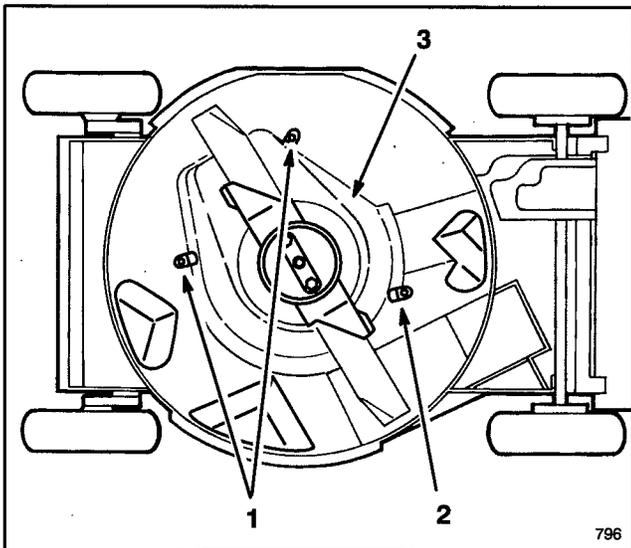

Figure 35
5. Desserrer les pattes de fixation du bouclier au carter de la tondeuse en desserrant les écrous et le boulon des pattes (Fig. 35), puis pivoter les pattes de 180° pour les dégager.